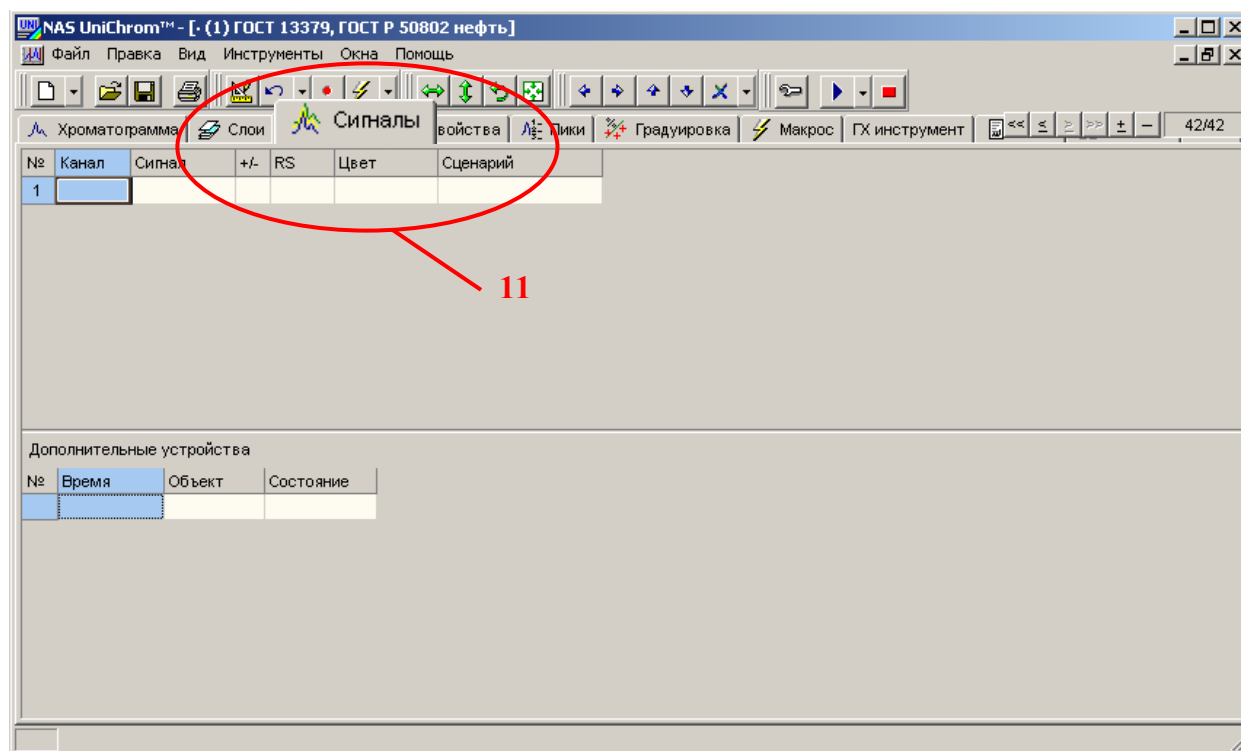

Рис. 23. Страница «Сигналы».
11. Перейдите на страницу «Сигналы» (Рис. 23):